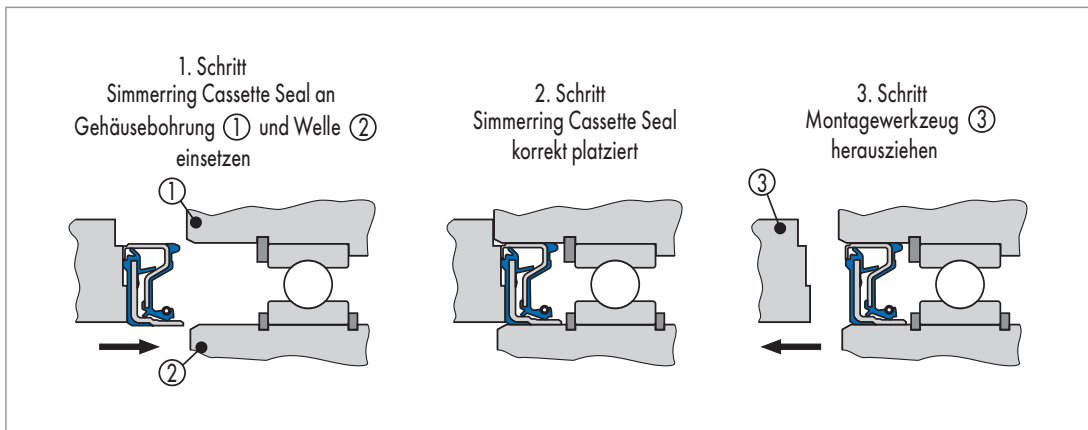

Abb. 55 Montage von Simmerring Cassette Seal – Fall C („parallel“)
- parallele Montage (→ Abb. 55)